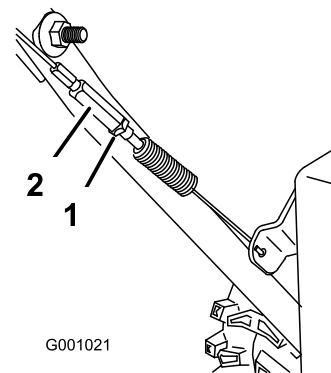

Рисунок 33
3. Затяните контргайку (**Рисунок 33**).